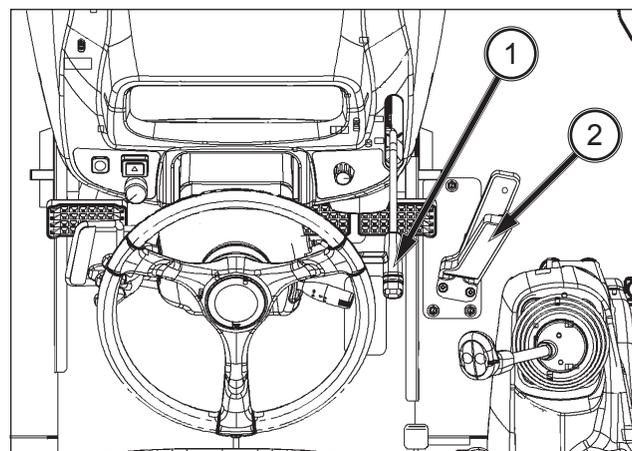

FIG. 59
**FIG. 59 :** Le levier d'accélération à main (1) règle le régime moteur et reste à la position choisie par l'utilisateur. Si le levier est placé vers l'avant, le moteur tourne au ralenti. Le régime moteur augmente à mesure que le levier est tiré vers l'arrière.